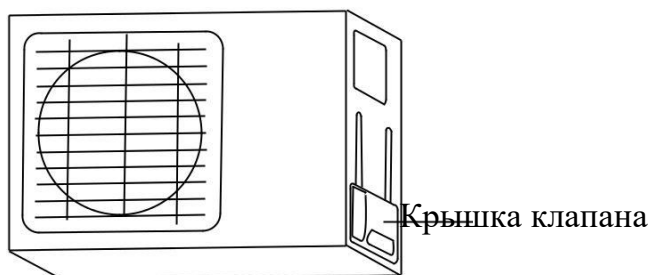

Рис. 5.9
1. Откройте крышку утепленного клапана сбоку наружного блока. (См. **Рис. 5.9**)